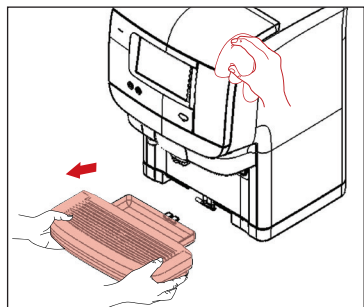

Abb. 3
1. Die Abtropfschale entfernen und bei Bedarf leeren (Abbildung 3). Die Abtropfschale mit einem Tuch oder einer Bürste unter fließend warmem Wasser reinigen.